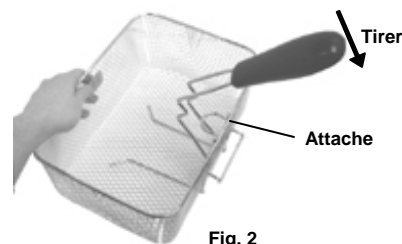

Fig. 2
2. En tenant fermement le panier à friture d'une main, tirez la poignée vers vous de manière à ce que sa partie métallique se fixe bien sur l'attache arrondie du panier à friture. (Fig. 2)